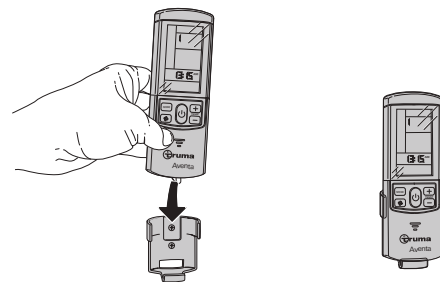

Fig. 23
- Introduzca o extraiga el mando a distancia en el soporte desde arriba (Fig. 23).